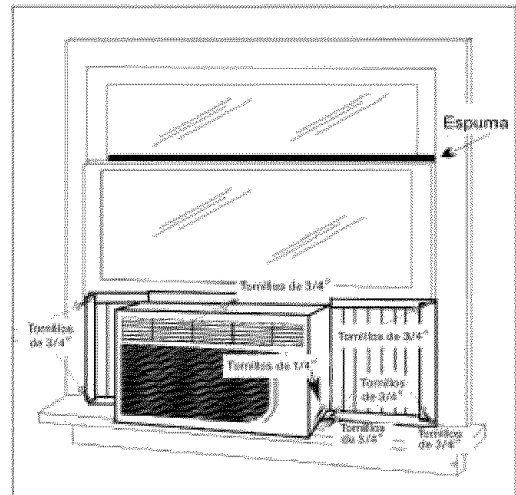
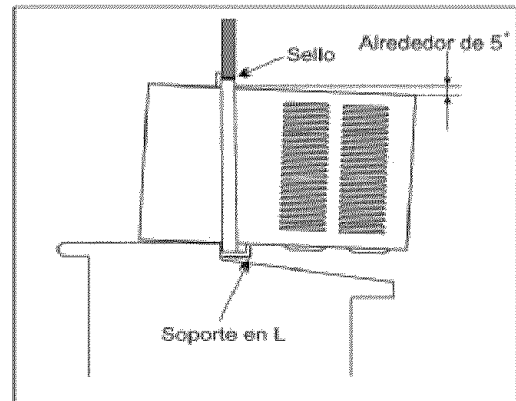

Fig. 6
Fig.7
6. Levante el aire acondicionado con mucho cuidado y deslícelo por la ventana abierta. Asegúrese de que la guía inferior del aire acondicionado se inserte en las ranuras de los soportes en L. Cuando el aire acondicionado apoye en los soportes en L, quedará centrado en la abertura de la ventana tal como se indica en la Fig.6.
Mientras acomoda el aire acondicionado, baje el marco de la ventana con mucho cuidado y apóyelo en el canal superior del aire acondicionado, tal como se indica en la Fig. 7. Primero, ajuste ambos lados al umbral de la ventana con dos tornillos de 3/4" y uno de 2/5" (que se destomilla de cada lado de la unidad). Luego ajuste el canal superior al marco de la ventana con un tornillo de 3/4" y ajuste los marcos de la cortina lateral con cuatro tornillos de 3/4", tal como se indica en la Fig. 6.